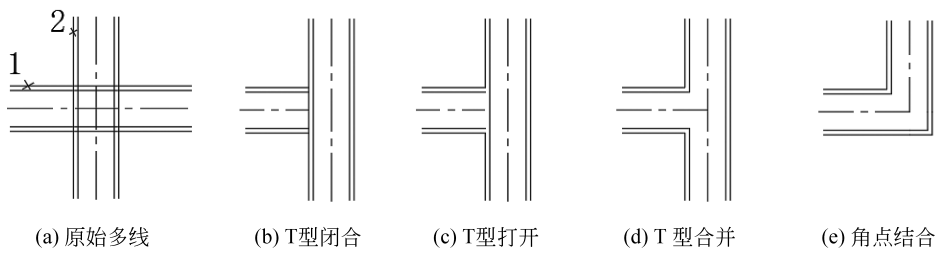

图 3-23 T 型交点编辑效果
(2) T 型交点编辑工具。T 型交点编辑工具包括 T 型闭合、T 型打开、T 型合并、角点结合,这 4 种多线编辑的结果如图 3-23 所示,图中的 1 和 2 表示选择的先后顺序。
(3) 顶点的编辑工具。用于添加顶点和删除顶点。
(4) 线段的编辑工具。用于单个剪切、全部剪切和全部接合。单个剪切工具用于切断多线中的一条,只需要用点选方式选择需要切断的某一个多线元素上的两个点,则这